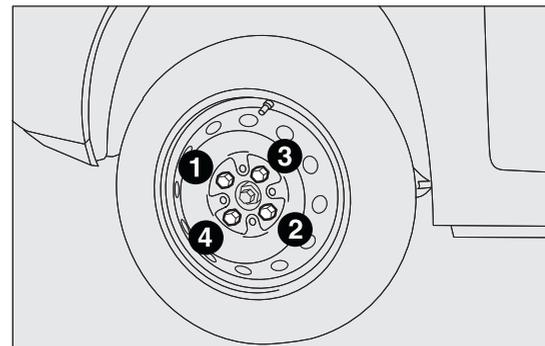

fig. 125
- mediante l'utilizzo della chiave in dotazione, serrare a fondo i bulloni, passando alternativamente da un bullone a quello diametralmente opposto, secondo l'ordine numerico illustrato in fig. 125 .